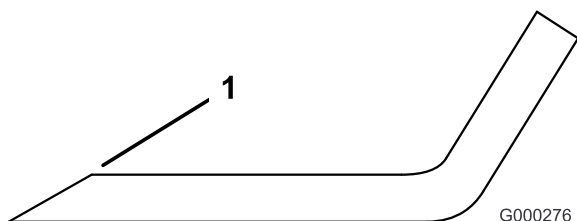

Figura 97
- Utilice una lima para afilar el filo de corte en ambos extremos de la cuchilla (Figura 97). Mantenga el ángulo original. La cuchilla permanece equilibrada si se retira la misma cantidad de material de ambos bordes de corte.